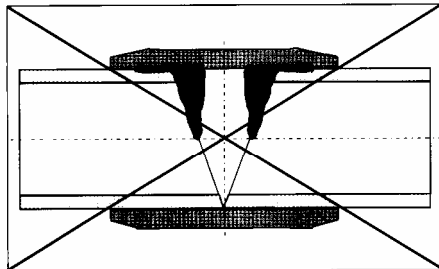
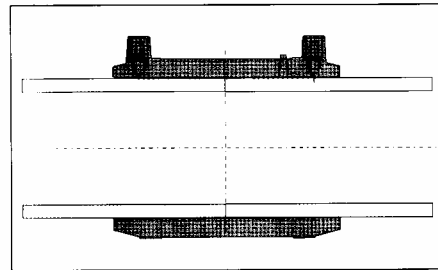

Abb. 2
Abb. 1
1. Rohre Winkelrecht ablängen nach Abb.1 denn sonst besteht die Gefahr das die Heizwendel nicht vom Rohr bedeckt werden, wodurch Überhitzungen, unkontrollierte Schmelzbildung oder Selbstentzündung auftreten können siehe Abb.2